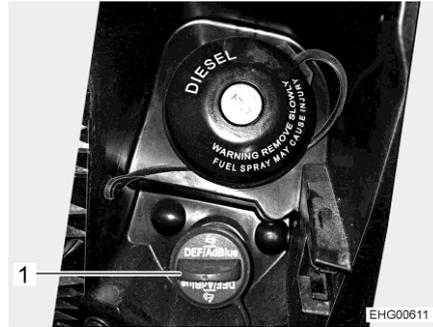

Fig. 8 Bec de remplissage d'AdBlue®
- Tourner le couvercle bleu (Fig. 8,1) dans le sens inverse des aiguilles d'une montre et le retirer.